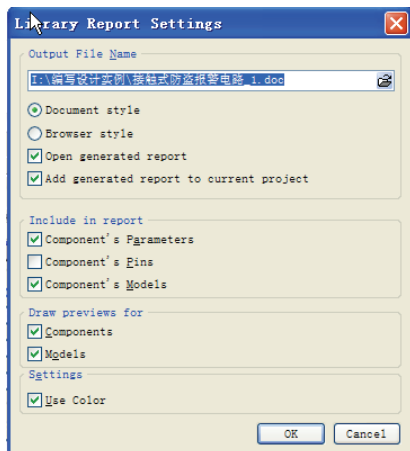

图 4-43 报表设置对话框
(3) 报表设置命令【Library Report...】用来设置报表存储路径、报表内容和颜色等。执行该命令后，可在其对话框中操作，如图 4-43 所示。